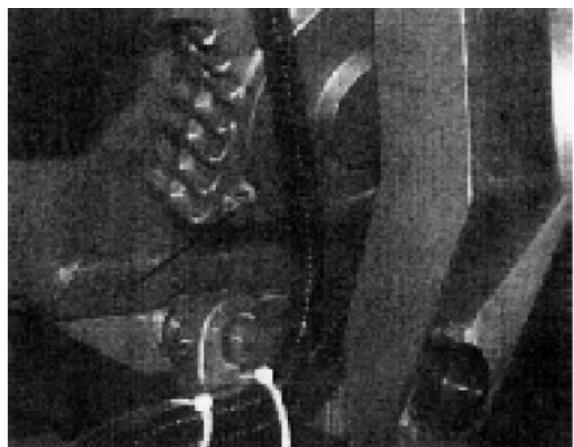

Рис. 24
4. Ослабить винт (A) и слить масло из редуктора (рис. 24).
5. Затянуть винт (A) (рис. 24) и установить пильную раму в нижнее положение.
Периодически смазывать шарнирные подшипники водоотталкивающим смазочным маслом посредством двух масленок Зерка (С) (рис. 24).